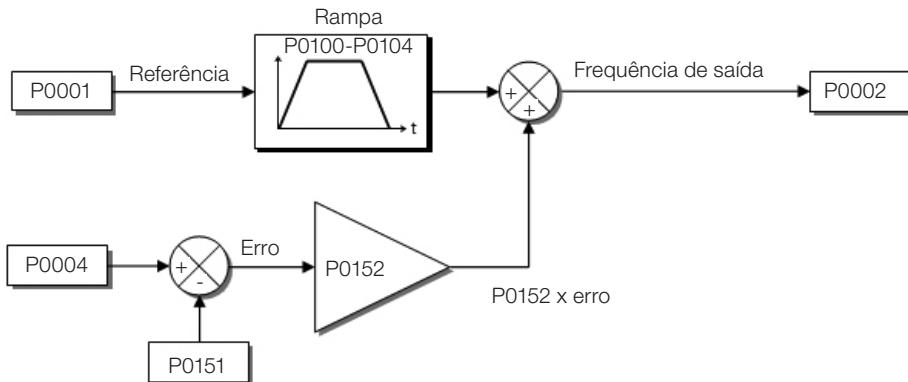
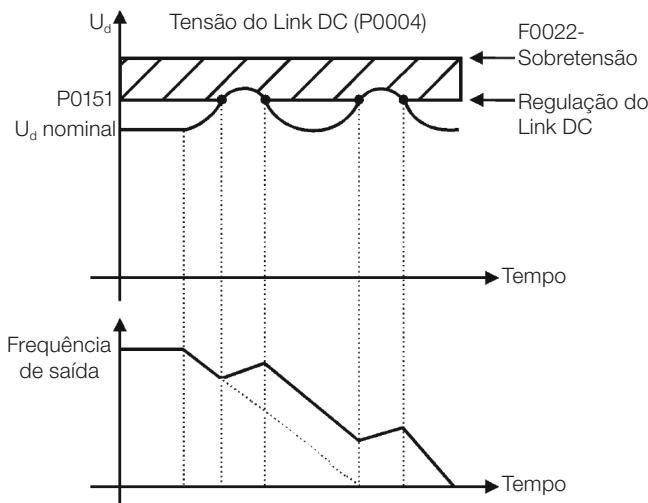

Figura 11.4: Blocodiagrama da limitação da tensão do Link DC – Acelera Rampa
Figura 11.5: Gráfico exemplo da limitação da tensão do Link DC – Acelera Rampa
- Atuação: a tensão do Link DC é medida (P0004) e comparada com o valor ajustado em P0151, a diferença entre estes sinais (erro) é multiplicado pelo ganho proporcional (P0152), o resultado é então somado à saída da rampa, conforme Figura 11.4 na página 11-6 e Figura 11.5 na página 11-6.